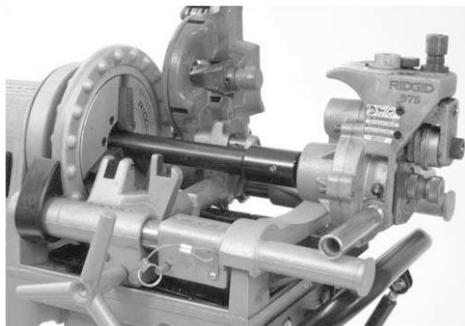

Figura 6 – Ranhuradora de tubos combinado 975 instalada adequadamente na rosqueadeira RIDGID Modelo 300 compacta
1. Posicione o pedal de forma que o operador possa controlar o acionamento elétrico/rosqueadeira, a ranhuradora de tubos e o tubo a ser ranhurado. Conforme mostrado na Figura 6, a posição deve permitir que o operador: